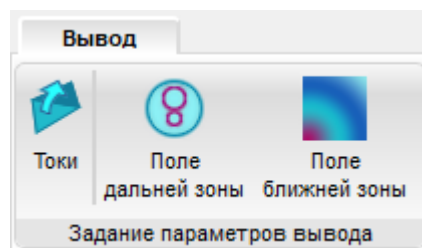

Рис. 134
16.1.6.1. Команды меню «Вывод» задают параметры объектов расчетной модели, предназначенных для вывода в выходной файл: токов в определенных точках, полей ближней и дальней зон. Меню «Вывод» показано на рис. 134.